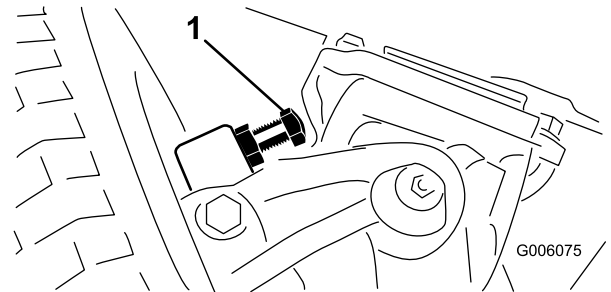

Bild 69
1. Drehen Sie die Schrauben ein oder aus, bis der Abstand 2,3 mm beträgt, siehe Bild 69.